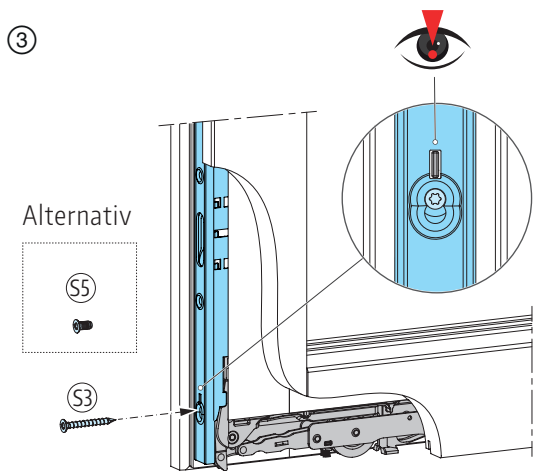

Abb. 32
③ Abgelängtes Getriebe mittels Schraube S3 oder S5 an Laufwagen koppeln; **Abb. 32** und ④ mit Schrauben S3 an Schiebeflügel festschrauben; **Abb. 33**.